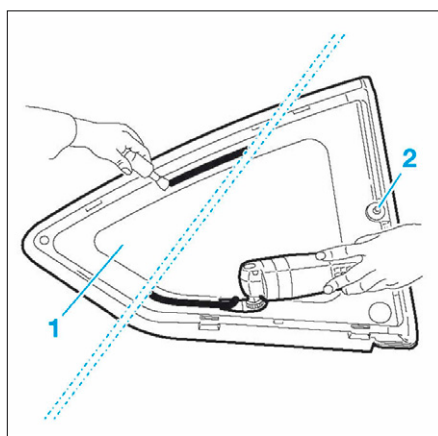

FIG. 60
- Araser le cordon de colle situé sur la custode (1) (Fig.60).
- Poser le pion de centrage (2).